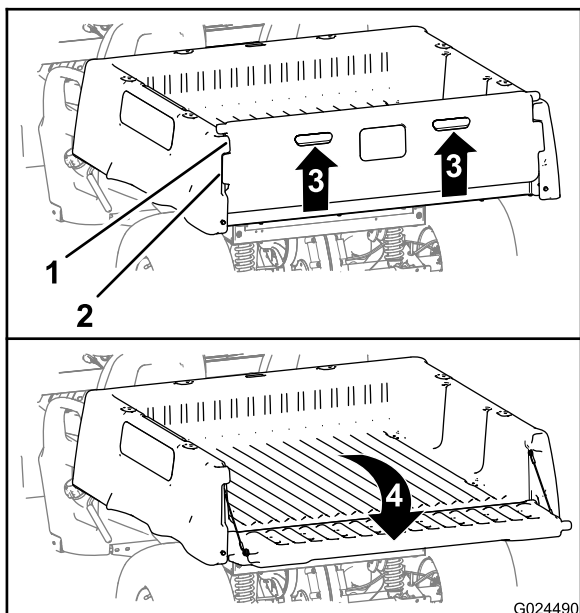

Рисунок 16
2. Поднимите захваты на задней панели откидного борта (Рисунок 16).
3. Совместите фиксирующие фланцы заднего откидного борта с отверстиями, расположенными между фланцами откидного борта грузового кузова (Рисунок 16).
4. Поверните откидной борт назад и вниз (Рисунок 16).
6. Поверните откидной борт вверх и вперед так, чтобы фиксирующие фланцы откидного борта были заподлицо с его гнездом в грузовом кузове (Рисунок 16).
7. Опустите откидной борт до его посадки в задней части грузового кузова (Рисунок 16).